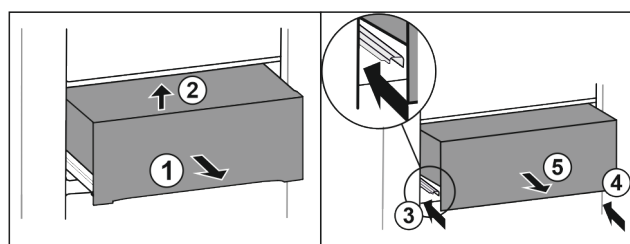

Fig. 38\*
- ▶ Sortir le tiroir à mi-chemin Fig. 38 (1).\*
- ▶ Le soulever à l'avant Fig. 38 (2).\*
- ▶ Rentrer le rail de gauche Fig. 38 (3).\*
- ▶ Rentrer le rail de droite Fig. 38 (4).\*
- ▶ Retirer le tiroir par l'avant Fig. 38 (5).\*